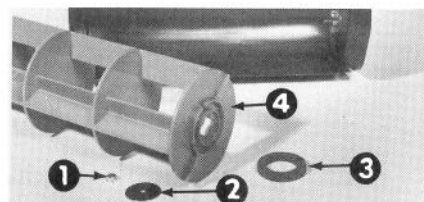

Figure 13
3. Enlevez le rotor et la rondelle de feutre (Fig. 13).